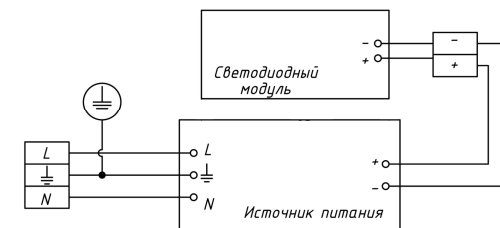

Рисунок 2
6.2. Для присоединения светильника к сети необходимо отвернуть три самореза (поз.1) и снять крышку. Сетевые провода или кабель присоединить к зажимам или к клеммной колодке на панели (рисунок 2), предварительно закрепить их планкой для зажима проводов. Установить крышку на место и закрепить ее тремя саморезами(поз.1).